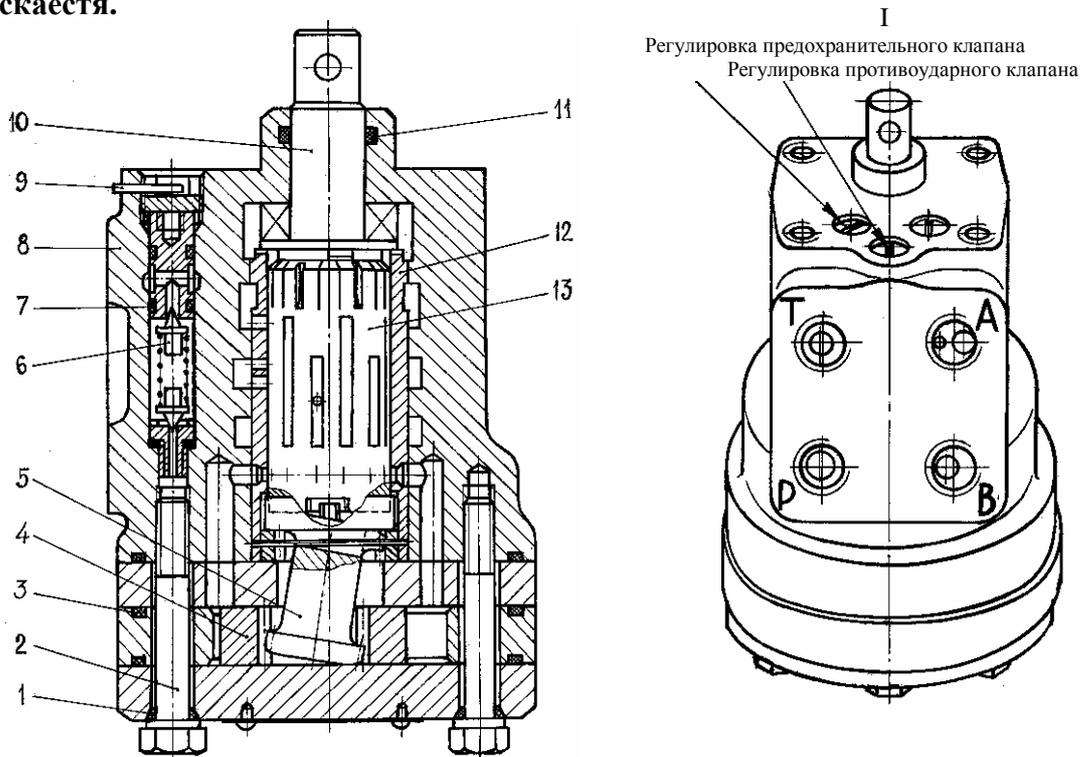

Рис. 44 Гидравлический рулевой механизм
9. ГИДРАВЛИЧЕСКИЙ РУЛЕВОЙ МЕХАНИЗМ (рис. 44).